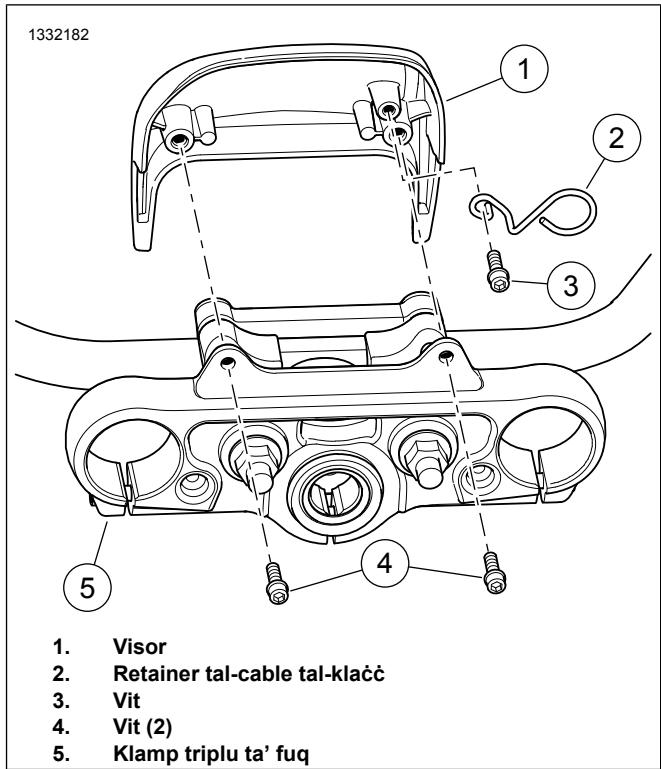

Figura 3. Visor FXLR
1. Figura 3 Neħħi l-viti (4) mill-klamp triplu ta' fuq (5).
2. Neħħi l-visor (1).
3. Neħħi l-kamin (3) u r-retainer tal-cable tal-klaċċ.
4. Installa r-retainer tal-cable tal-klaċċ (2) mill-kit.
5. Installa l-vit (3). Issikka.